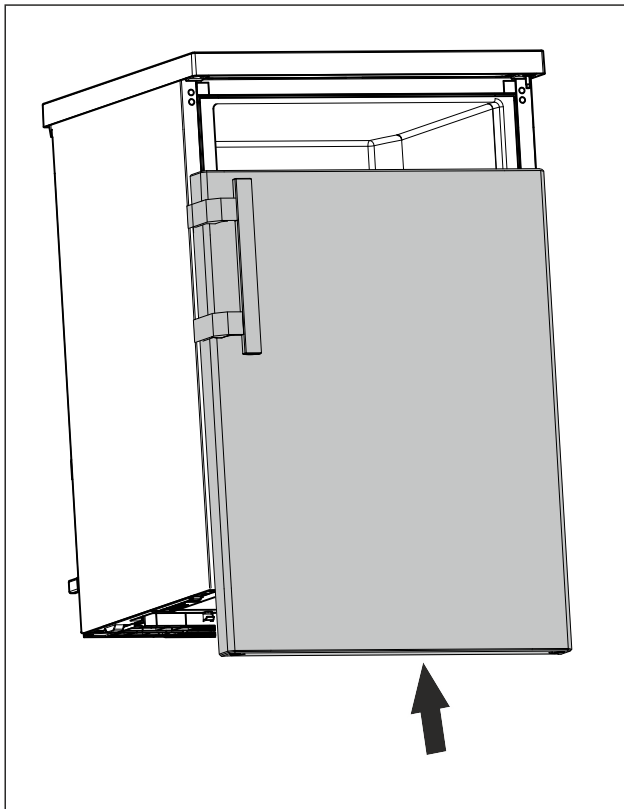

Fig. 15
- ▶ Nustumkite uždarytas duris ant viršutinio kaiščio. (žr. Fig. 15)